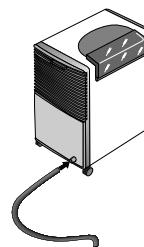

Abb.. 3
2. Durchbohren Sie den Tank im Inneren des Anschlußstutzens. Wir empfehlen Ihnen, hierzu einen Bohrer mit dünner Bohrerspitze zu verwenden (Abb. 3).